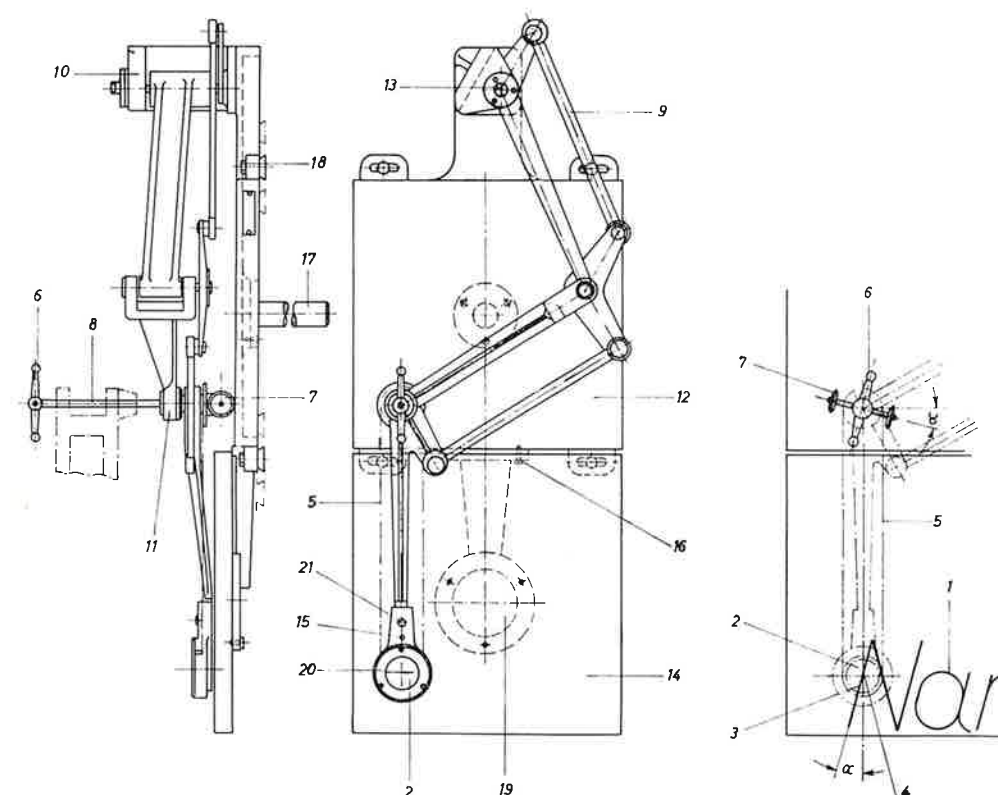

Bild 44 Bedienungselemente der Vorrichtung GZ
In Bild 44 ist die Vorrichtung zeichnerisch dargestellt. Die Gußplatte (12) ist als Träger der gesamten Vorrichtung auf dem Schablonentisch der Graviermaschine montiert. An Stelle des normalen Fahrstiftes im Fahrstiftarm des Pantographen wird der Fahrstift GZ (8) mit den Steuergriffen (6) eingesetzt. Mit deren Hilfe kann die Winkelstellung